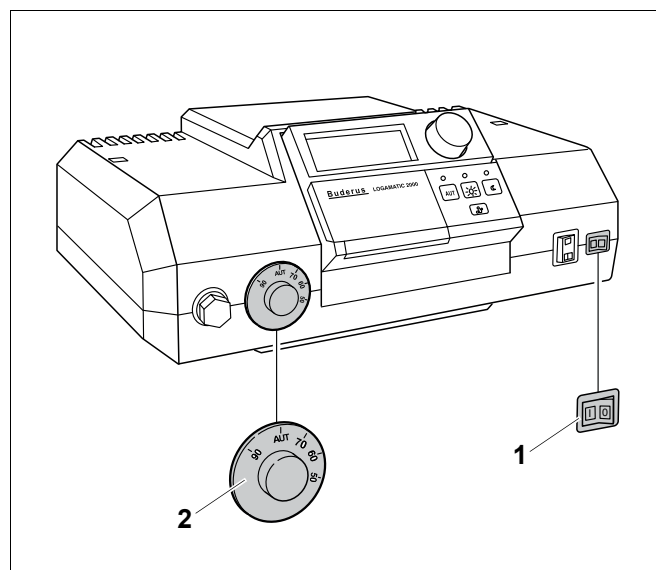
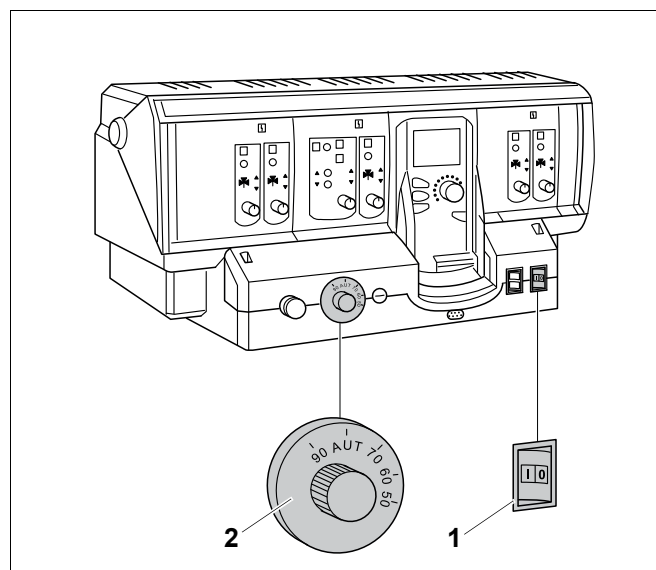

Рис. 27 Система управления Logamatic 2000
Рис. 28 Система управления Logamatic 4000
- Установить пусковой выключатель (рис. 27, **поз. 1** или рис. 28, **поз. 1**) в положение "I" (ВКЛ).
- Регулятор температуры котловой воды (рис. 27, **поз. 2** или рис. 28, **поз. 2**) установить на "AUT". При регулировании с поддержанием постоянной температуры установить нужное значение (минимум 65 °C).